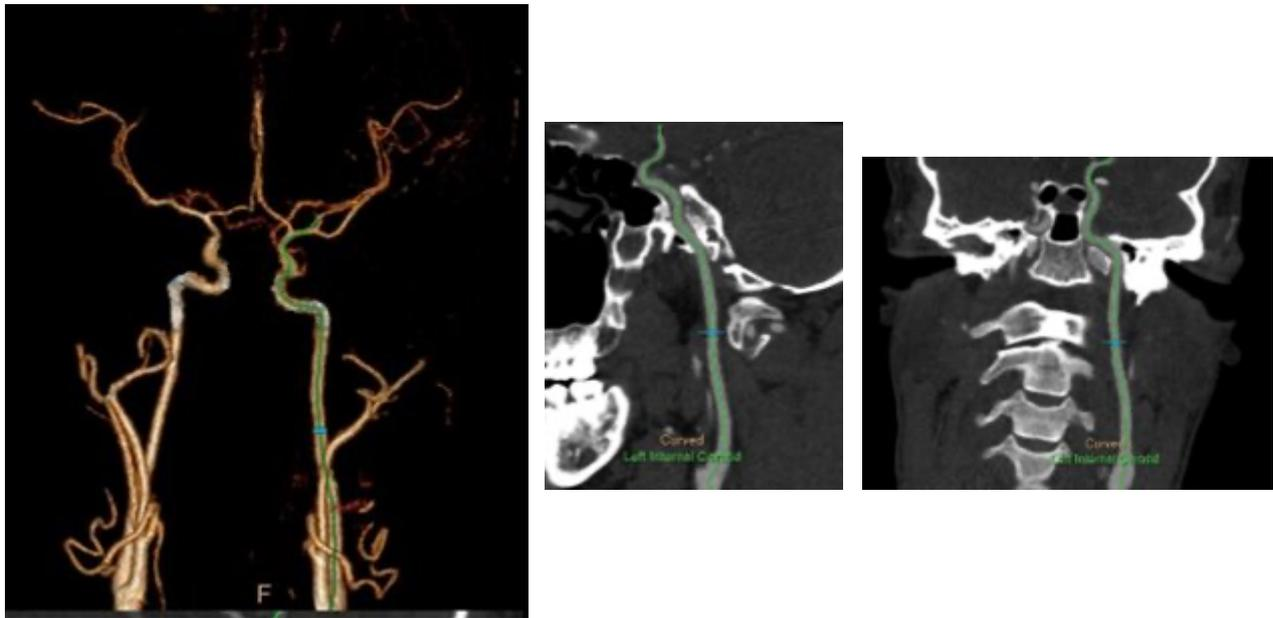

Figure 13 : Reconstruction en 3D des troncs supra aortiques (TSA) à gauche et images scannographiques à droite [source : interne]
- Angio scanner : visualisation des troncs supra aortiques (figure 13)